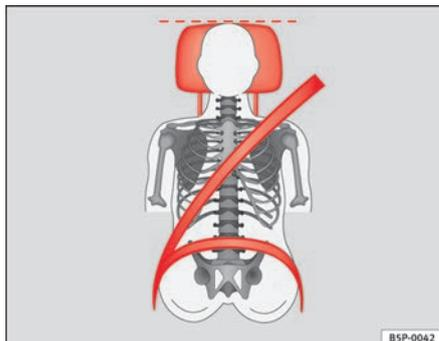

Fig. 12 Sangle bien ajustée et appui-tête correctement réglé (vue de l'avant)
- La sangle baudrier de la ceinture de sécurité doit passer au milieu de l'épaule, jamais sur le cou. La ceinture de sécurité doit s'appliquer bien à plat sur le buste et l'enserrer fermement ⇒ **fig. 12**.